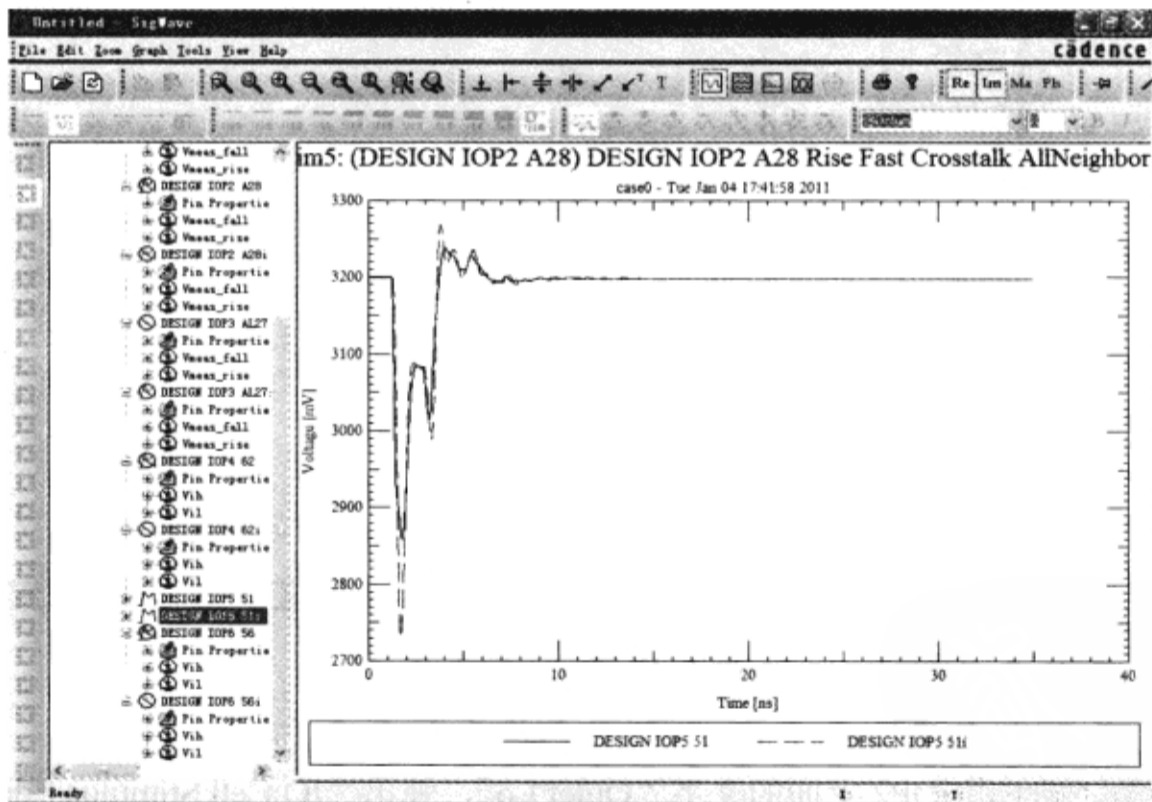

图 3-10-56 仿真结果
⑤ 在“Results”表格上单击鼠标右键，在弹出的菜单中选择“View Waveform”，观测仿真结果，如图3-10-56所示。